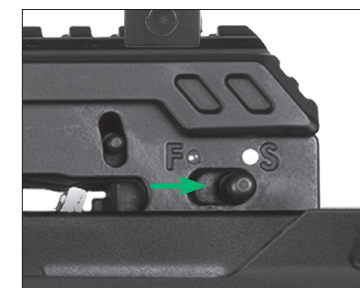

FIGURE 15
Pour enclencher manuellement la sûreté, faites glisser le cran de sûreté (partie 2) vers l'arrière jusqu'à ce que vous entendiez et sentiez le clic du cran de sûreté. Confirmez que le cran de sûreté est passé de la position (F) (DÉGAGÉE), au niveau du point rouge, à la position (S) (ENCLANCHÉE), au niveau du point blanc, comme illustré à la figure 15.